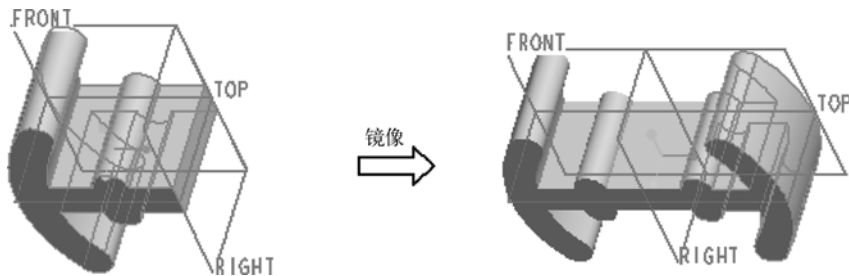

图 5-16 镜像特征的示例
- 特征镜像：分为两种情况，一种是镜像所有特征，另一种则是镜像所选特征。前者可复制特征并创建包含模型所有特征几何对象的合并特征，要使用此方式必须在模型树中选取所有特征和零件节点；后者则仅复制选定的特征即可，如图 5-16 所示。